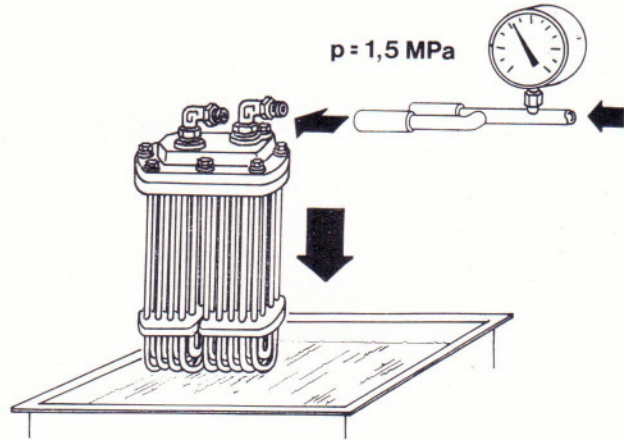

Bild 134
- Anschlüsse für die Ölleitungen mit einer Blindleitung, die über einen Anschluß für Druckluft verfügt, verbinden (Bild 134).